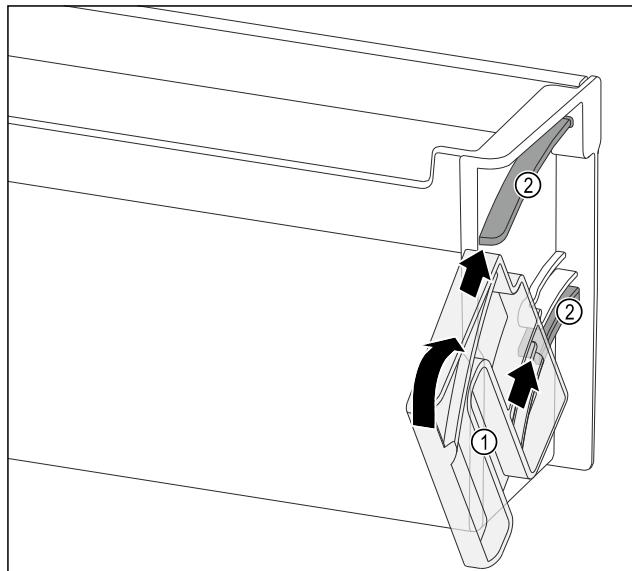

Fig. 126
- ▶ Розташуйте поворотний модуль Fig. 126 (1) так, щоб пази розташовувалися точно навпроти напрямних каналів Fig. 126 (2) дверного лотка.
- ▶ Прокрутіть поворотний модуль Fig. 126 (1) у вказаному напрямку.